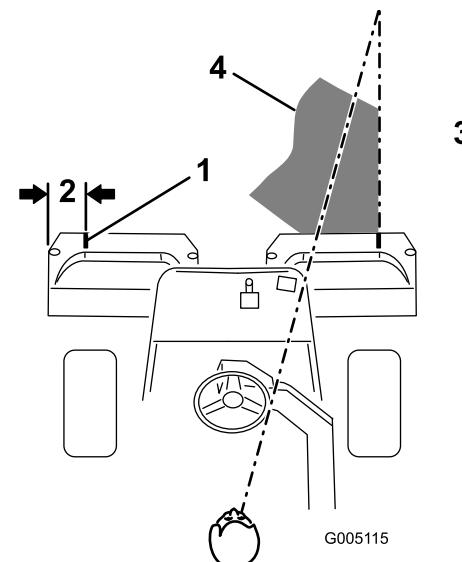
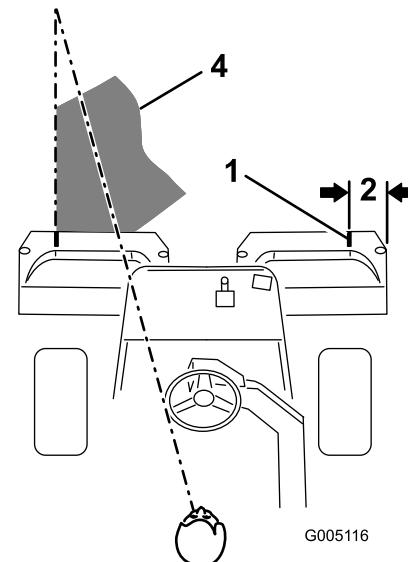

Figure 23
Figure 24
2. Placez une bande de papier blanc ou un trait de peinture sur chaque bac parallèlement à son bord extérieur (Figure 23).
3. Minimisez le chevauchement de la passe précédente lors de la passe de retour. Pour vous aider à conserver une ligne droite en travers du green et à maintenir la machine à égale distance du bord de la passe précédente, établissez une ligne de vision imaginaire à environ 1,8 à 3 m en avant de la machine jusqu'au bord de la partie non coupée du green (Figure 23 et Figure 24). Certains trouvent
qu'il est utile de faire passer la ligne de vision par le bord extérieur du volant, c.-à-d. de maintenir le bord du volant aligné avec un point qui est toujours éloigné de la même distance par rapport à l'avant de la machine (Figure 23 et Figure 24).